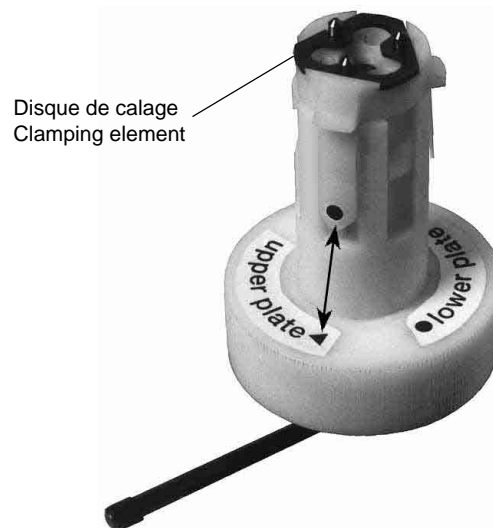

Fig. 13
- Tourner l'extracteur sur la position "3 upper plate" (calage supérieur) (Fig. 13).
- Déposer le disque de calage sur les tétons de l'extracteur (Fig. 13) et pivoter la poignée de 90° dans le sens de la flèche "OPEN".
- Change the position of the extractor to "Δ upper plate" (upper clamping element, Fig. 13).
- Place the clamping element onto the pins of the extractor (Fig. 13) and turn the lever by 90° in the direction of the arrow "OPEN".